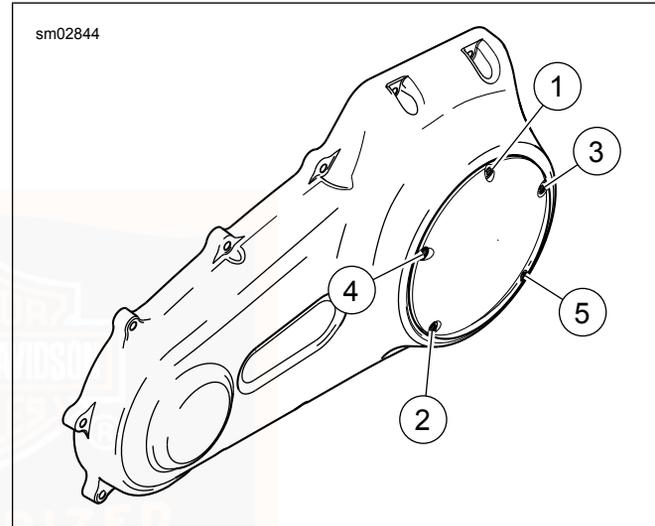

Abbildung 31. Anzugsreihenfolge für Kupplungsinspektionsdeckel
- c. Siehe Abbildung 31. Die Schraube (mit unverlierbarer Unterlegscheibe) durch den Kupplungsinspektionsdeckel einsetzen und in die obere Abdeckungsbohrung vorsichtig einschrauben.
- e. Die Schraube in Wechselfolge auf ein Drehmoment von 9,5–12,2 N·m (84–108 **in-lbs**) anziehen. Die Anzugsreihenfolge in Abbildung 31 einhalten.